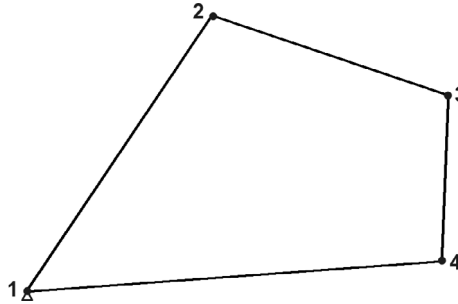

Рис. 59.10.
6. Из точки 1 постройте ломаную линию 1–4–3. Начальную точку 1 и конечную точку 3 укажите с помощью привязки **Ближайшая точка** (рис. 59.10).